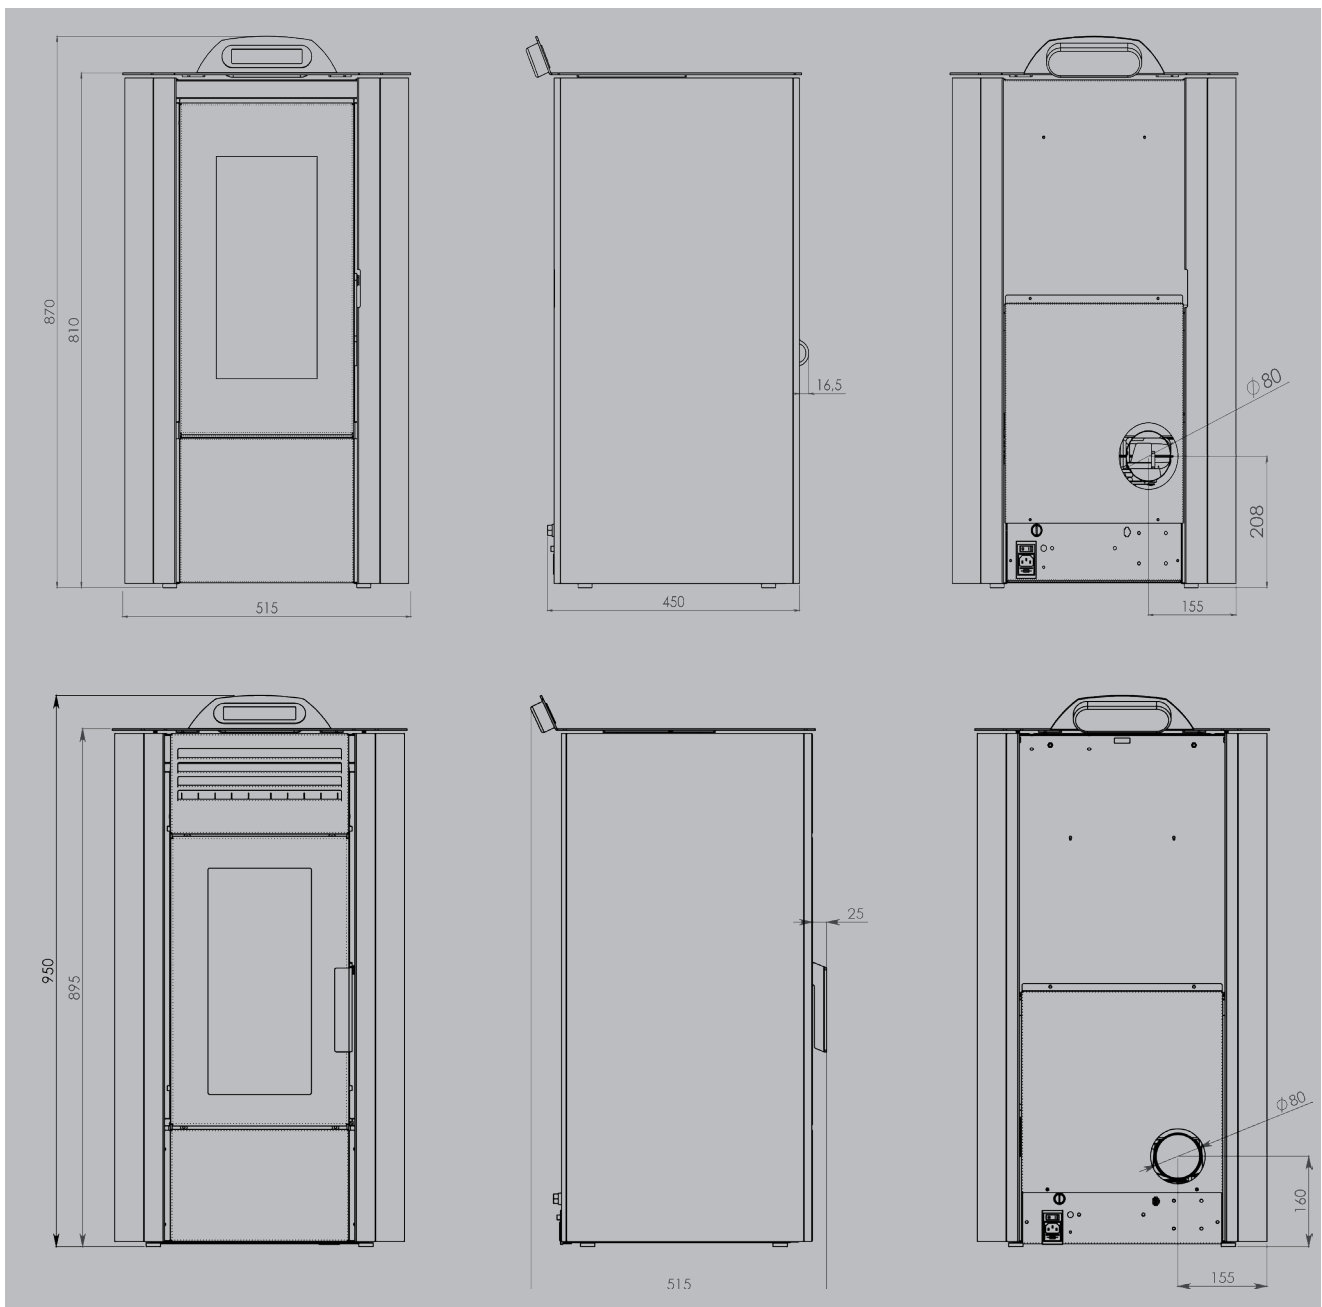

Abb. 1a: Geräteübersicht (Abbildung HPO 5/1 Puro Nova; HPO 6/1 Modesto Nova)
- ▶ Schalten Sie im Falle eines Schornsteinbrandes den Ofen sofort am Ein-/Aus-schalter (Hauptschalter, siehe Abb. 1a) ab und ziehen Sie den Netzstecker aus
- ▶ Schalten Sie den Ofen sofort am Ein-/Ausschalter (Hauptschalter, siehe Abb. 1a) ab, wenn aus irgendeinem Teil des Ofens oder des Abgasrohrs Rauch entweicht. Sorgen Sie für eine gute Raumbelüftung, indem Sie sämtliche Fenster öffnen. Lassen Sie den Ofen vollständig abkühlen, bevor Sie die Ursache der Rauchentwicklung ermitteln. Ziehen Sie, wenn nötig einen Fachmann hinzu. Starten Sie das Gerät nicht, bevor die Ursache der Rauchentwicklung geklärt und behoben wurde.
3. Hauptschalter (siehe Abb. 1a) betätigen. Es erscheint "OFF" auf dem Display.